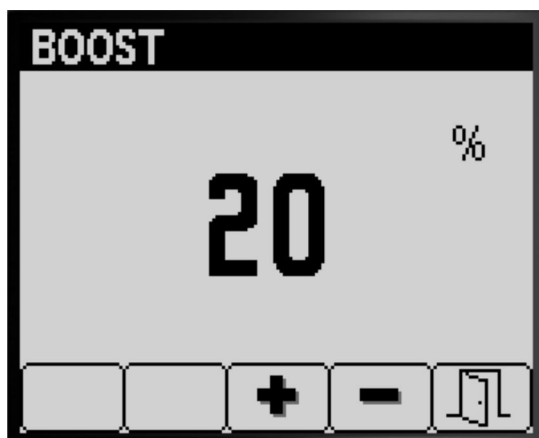

Bild 9
2. Drücken Sie Taste 4, um die Einstellung „Boost %“ auszuwählen (Bild 9).
3. Drücken Sie die Taste 3 oder 4, um die prozentuale Dosierungsverstärkung zu erhöhen oder zu verringern (Bild 9).